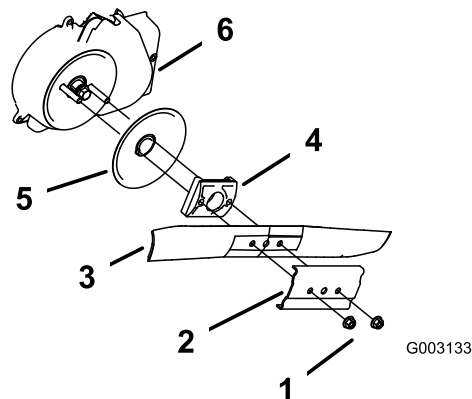

Bild 50
3. Entfernen Sie die beiden Messermuttern und die Verstärkung (Bild 50).
4. Nehmen Sie das Messer heraus (Bild 50).
5. Nehmen Sie den Messermitnehmer und die Scheibe heraus (Bild 50).
6. Entfernen Sie die Abdeckung der Feststellbremse (Bild 50).
10. Bauen Sie das zuvor ausgebaute Messer und die Verstärkung wieder ein (Bild 50).